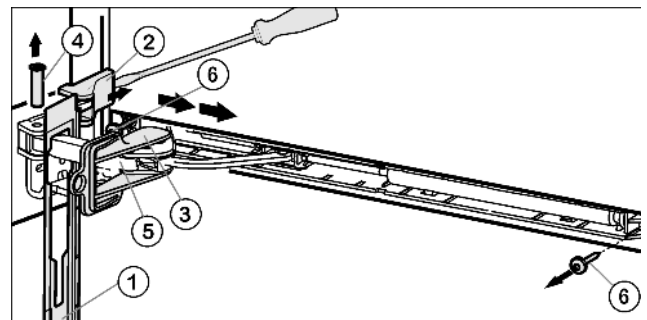

Fig. 5
- ▶ Spingere in avanti il pannello sopra la staffa ammortizzatrice Fig. 5 (5) in direzione dell'apparecchio.
- ▶ Innestare la protezione Fig. 5 (3) nell'asola.
- ▶ Sollevare la copertura Fig. 5 (2) con il cacciavite dal lato esterno e toglierla tirando verso l'esterno.
- ▶ Spingere fuori dal basso il perno Fig. 5 (4).
- ▶ Spingere la staffa ammortizzatrice verso la porta Fig. 5 (5).
- ▶ Togliere il pannello Fig. 5 (1).
- ▶ Svitare l'intera unità dell'ammortizzatore di chiusura (2 x Torx® 15) Fig. 5 (6).